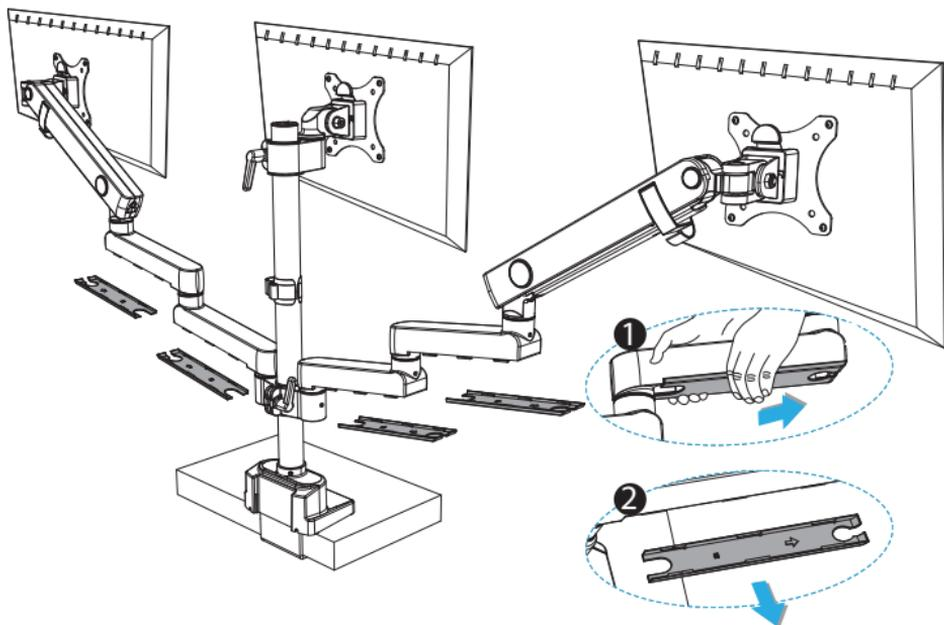

Abbildung 21
1. **Schieben** und **ziehen** Sie die **Kabelabdeckungen** unter den **Schwenkarmen** vorsichtig in **Pfeilrichtung** ab. (Abbildung 21)